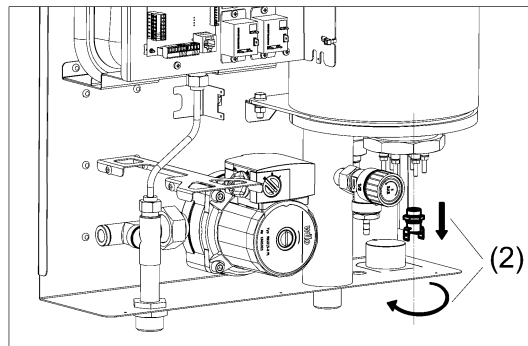

Рисунок 13. Замена реле минимального давления
- (1) Отсоедините штекер от реле.
- (2) Выверните реле (см. рис. 13) из теплообменника (колбы).
- (3) Вверните новое реле в теплообменник